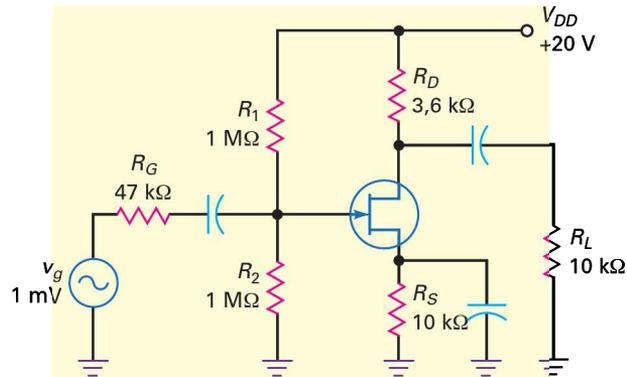

Figure 11.23
Si, sur la figure 11.23, $g_m = 5\,000\ \mu\text{S}$, que vaut la tension de sortie ?
11.13 Avez-vous compris ? Sur la figure 11.23, quelle est la valeur de la tension de sortie si la transconductance $g_m = 2\,000\ \mu\text{S}$?